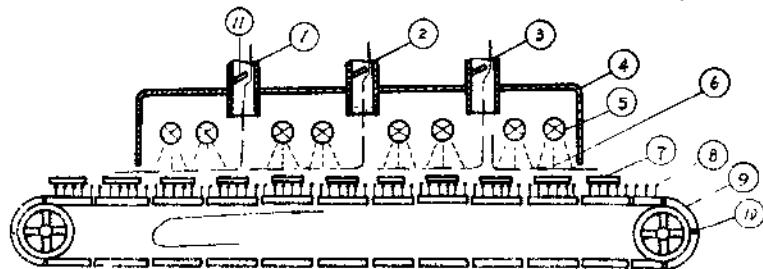

图 5 隧道炉示意图
(1) 膜层树脂和纸胶板树脂应保证一致性，这样对于浆液与纸板的附着力有直接的关系，并保证线涨系数相近似以防聚合时产生应力。
(2) 基板(纸胶板)应是无酸碱的，印刷前必须进行静电处理和干燥处理，这是相当重要的，是对动噪音大小和膜的质量十分重要的，因此必须严肃对待。
(3) 印刷时注意室温、机温、料温应一致，把随时搅拌的浆料放到印刷机的丝网上静放15分至20分钟，消除气泡，再进行印刷，但印刷面积、速度、压力、丝网与纸板的间隔是很重要的，印刷后的纸板要放置15分钟，消除纹路自动流平后，再进行烘烤。一般Φ10外径膜片一次可印刷200个左右。
(4) 聚合问题如图5所示：
① 挥发出来的有害气体要随时排出，因隧道炉上部的排气道要多设。
② 炉温要保持恒温，因此膜片进出口处面积应控制到最小，放置膜片的数量应均匀，以防空气对流炉温不稳。
③ 隧道炉中的履带采用不锈钢，并把碳膜片支承起来与履带保持一定距离，注意膜片在炉中位置要保证辐射对流，保证膜片上下面的辐射温度相平衡，以防由于履带对膜片直接导热产生变形和阻值不稳。